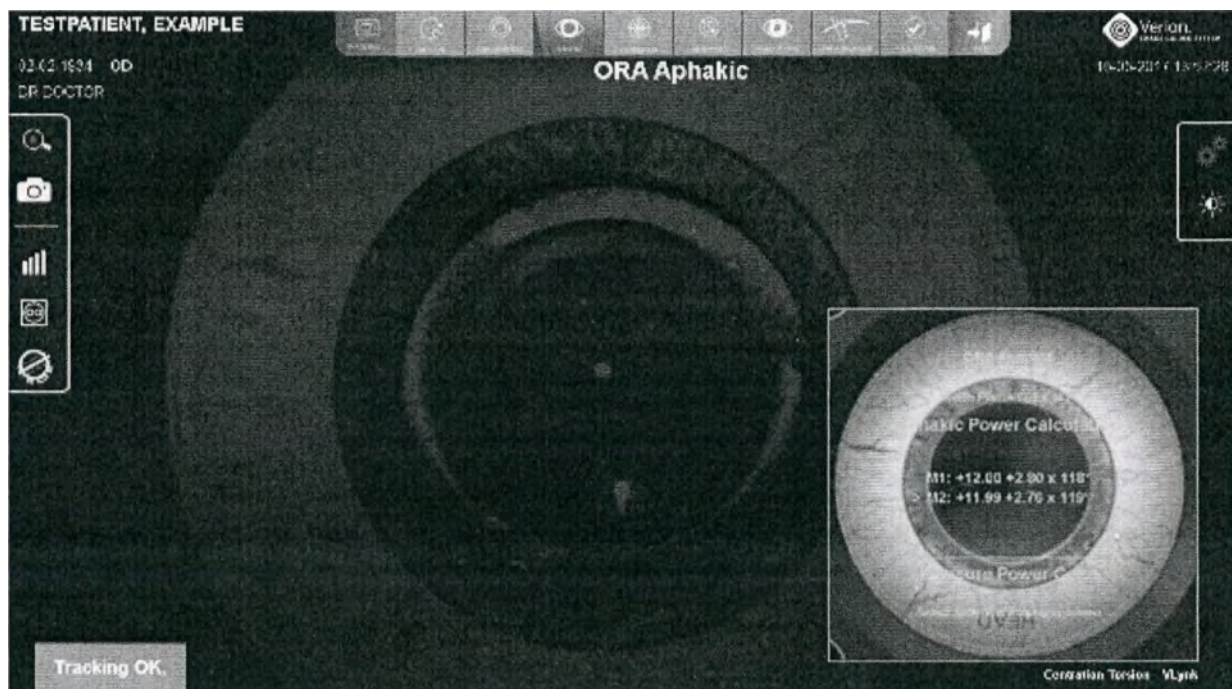

Рисунок 164. Экран цифрового интерфейса M и вид MID при отображении результатов афакичного расчета оптической силы
- После отображения результатов измерений на мобильной платформе ORA экран цифрового интерфейса потускнеет (Рисунок 164).